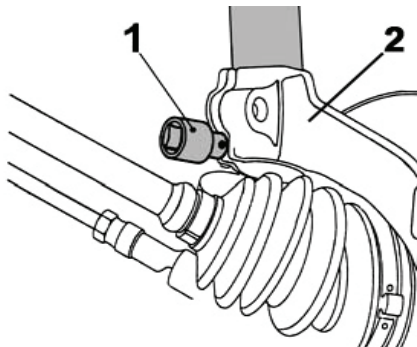

Fig. 2:
- Fig. 2 Achsschenkel (2) mit Spreizwerkzeug (1) etwas aufspreizen.
- Fig. 2 Use an expander tool (1) to spread steering (2) knuckle somewhat.
- Fig. 2 Ecarter légèrement la fusée d'essieu (2) avec un outil d'écartement (1).
- Fig. 2 Abrir ligeramente el cuello del eje (2) con la herramienta especial (1).